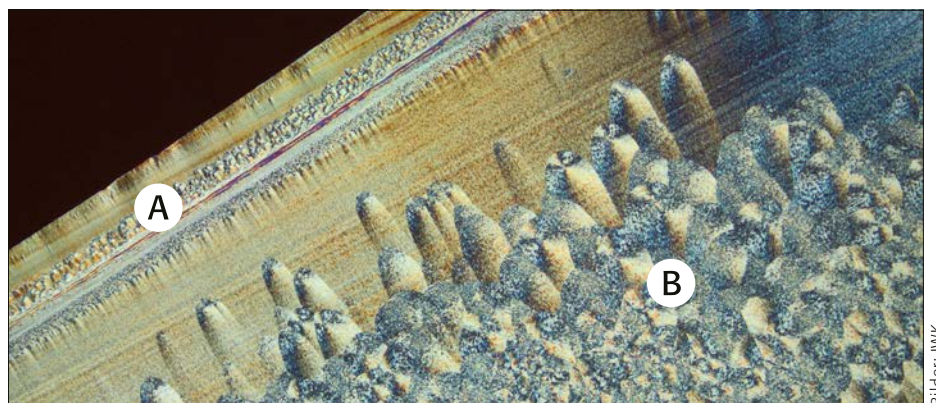

Bild 1: Gefügebild eines Querschnitts durch ein spritzgegossenes POM-Bauteil; A gescherte Randzone, B Bauteilseele
- Anhand geeigneter Präparate (Dünnschnitte, Dünnschliffe) lassen sich unter dem Transmissions-Lichtmikroskop mit Polarisations-Kontrastierung Informationen zum Gefüge ableiten, die Hinweise auf Material-, Konstruktions- oder Verarbeitungsfehler geben. Bild 1 zeigt beispielhaft eine dicke Spritzhaut mit ausgeprägter Scherzone (nicht, bzw. nur teilweise ausgebildete Sphärolithe an der Oberfläche), die auf eine zu kalte